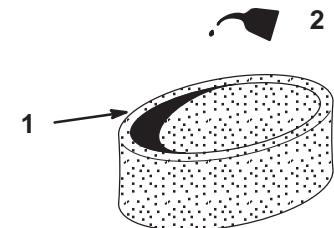

Bild 23
3. Gießen Sie etwas Öl (30 bis 60 ml) auf den Einsatz (Bild 23). Drücken Sie den Einsatz, um das Öl zu verteilen.